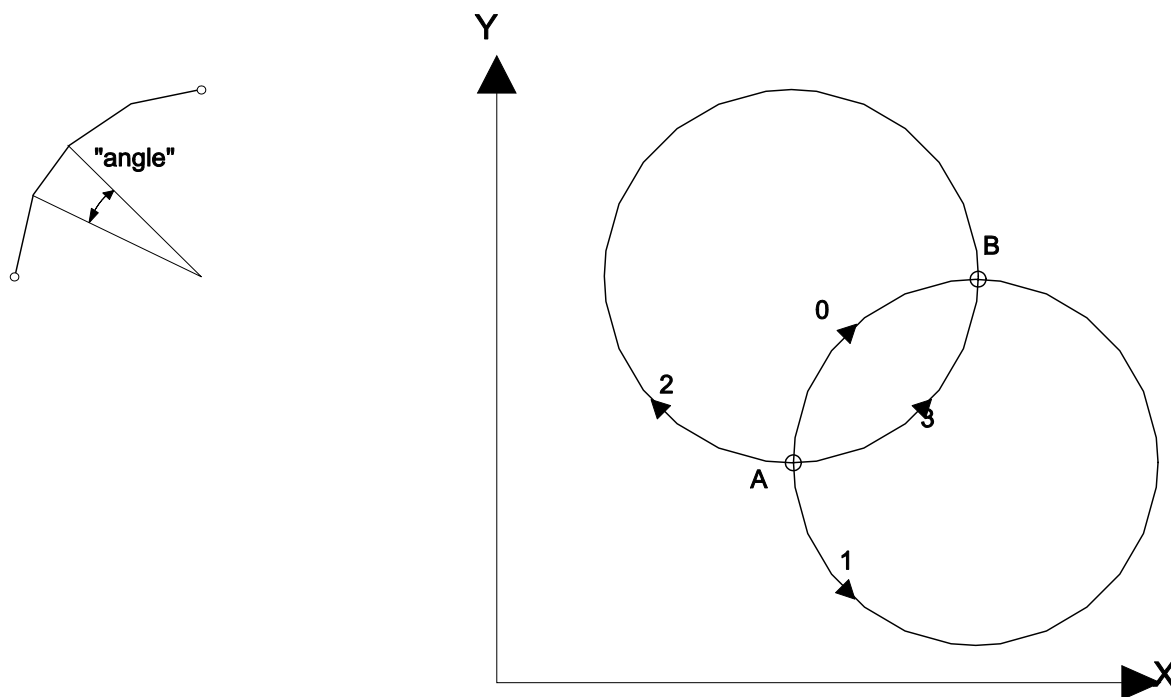

Figure 8.4.2.: Résolution angulaire et Modes
Un arc de cercle est approximé par un tracé polygonal fait de segments d'égale longueur, figure 8.4.2. L'angle sous-tendu par un segment est imposé par le programmeur par la pseudo-instruction "Circular DEFinition". (UNIPROG ajuste la définition angulaire vers le bas pour obtenir des segments égaux). La pseudo-instruction CDEF peut ne figurer qu'une fois dans un contour contenant plusieurs cercles.
- le mode qui choisit l'une des 4 solutions possibles, figure 8.4.2.
34  [ RAD  mode  rayon ]      voir fig. 8.4.2.